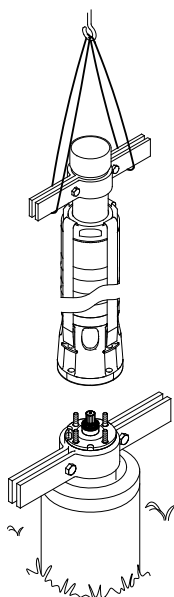

Abb. 21 Anheben der Pumpe in die richtige Position
- Die Pumpeneinheit mithilfe der am Verlängerungsrohr befestigten Rohrschellen anheben. Siehe Abb. 21.